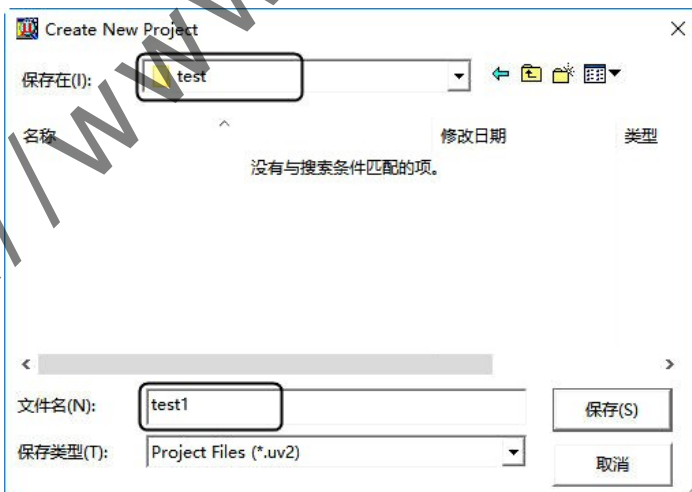

图 2-32 新建工程存放位置及文件命名
**【注意】**尽量单独建立一个文件夹存放一个工程,方便管理。本例中首先建立了 Keil Programme 文件夹,用于存放所有单片机程序。在其下面又建立了 test 文件夹,用于存放新建立的 test1 工程,如图 2-32 所示,单击“保存”。